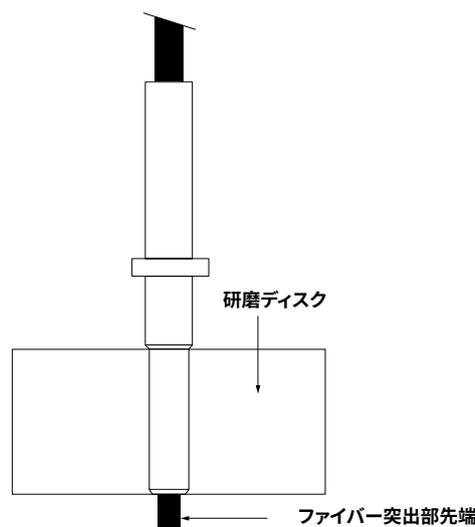

図. 6 - コネクタスリーブ用ガイド付き研磨ディスク
- 図6に示すように、コンタクトを研磨ディスク（CLDL）に挿入します。平滑な表面（板ガラスなど）上で、粒度1000の研磨紙を使い、先端から出ているファイバーを平らにした後、粒度4000の研磨紙で研磨して下さい。